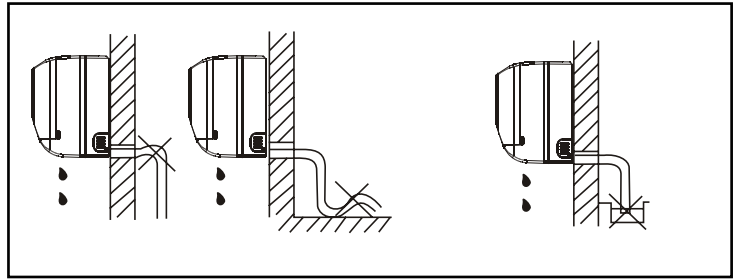

Abb.3
2. Ermeiden Sie es, den Kondenswasserableitungsschlauch zu knicken oder zu verdrehen, damit es zu keiner Verstopfung kommt; das Ende des Schlauches nicht direkt in Wasser tauchen (Abb. 3).